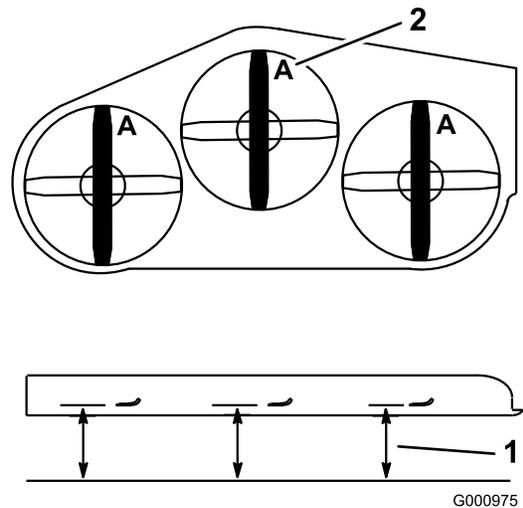

Figura 77
3. Gire las cuchillas hasta que los extremos estén orientados hacia adelante y hacia atrás (Figura 77). Mida desde una superficie nivelada hasta el filo de corte, posición A, de las cuchillas (Figura 77). Anote esta dimensión.